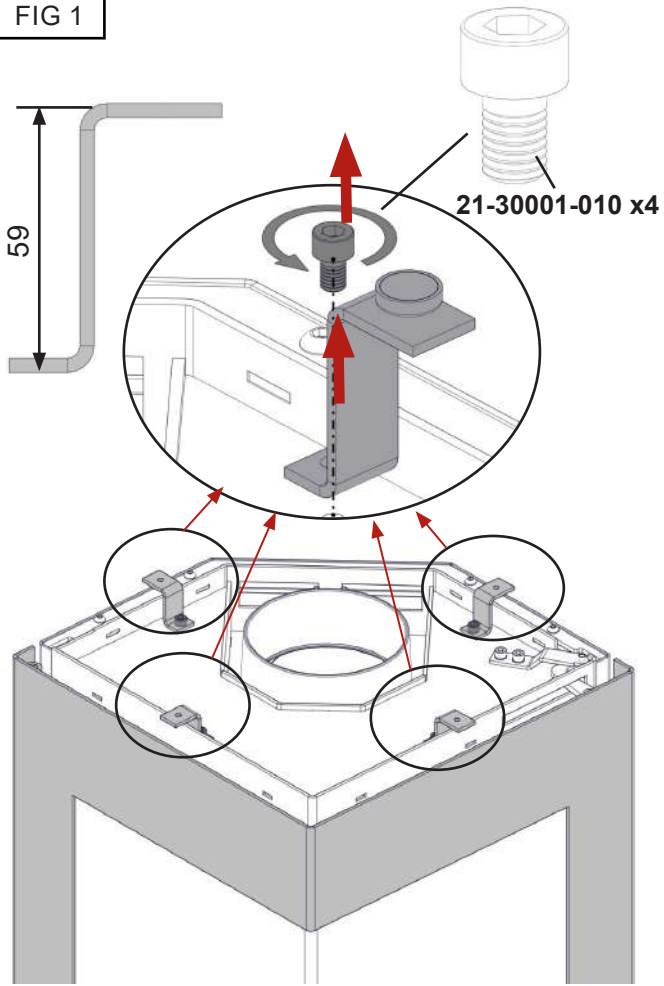

FIG 2
2. Prepare the top part. The rear plate can be moved to either right or left side depending on the exit of the flue (FIG 2).
2. Préparer la partie supérieure. La plaque arrière peut être déplacée à droite ou à gauche en fonction de la sortie du conduit (Fig.2).
2. Förbered den övre delen (den bakre plattan kan flyttas antingen till höger eller vänster, beroende på var rökröret ska sitta) (FIG. 2).
2. Bereiten Sie das obere Element vor. Die Rückwand kann je nach Rauchgasauslass nach rechts oder links verschoben werden (Abb. 2).